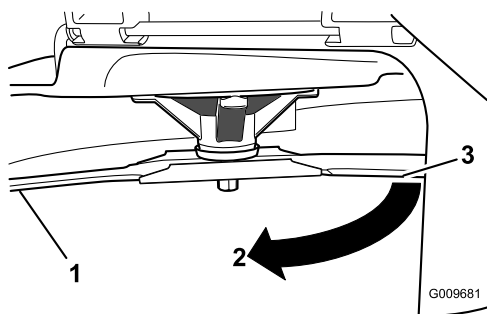

Figura 54
3. Segunda distância medida entre a lâmina e a superfície (B)
4. Rode a mesma lâmina 180 graus para que a extremidade de corte oposta fique na mesma posição (Figura 54).